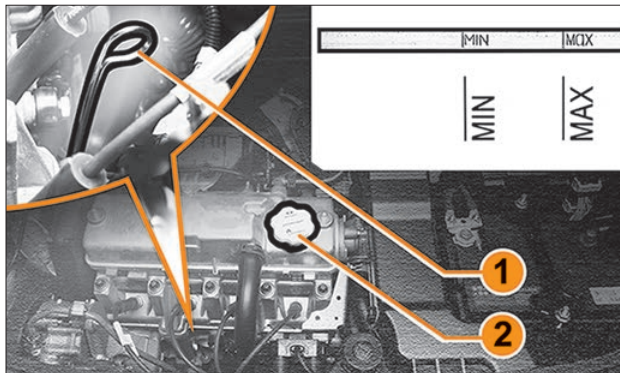

Рис. 6.3.1. Масляный щуп 8-клапанного двигателя (в варианном исполнении)
- Извлеките и вытрите мерный масляный щуп **1** (рис. 6.3.1 и 6.3.2) чистой ветошью.